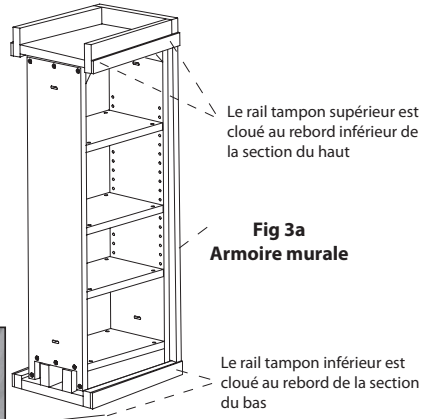
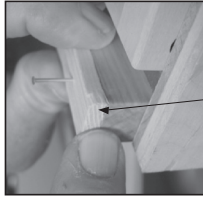

Fig 3a
Fig 2
Étape 2. Attacher le rail tampon aux éléments coulissants du module avec de petits clous à finition ou à tête perdue. Voir la figure 2. **Remarque.** Aligner les rails tampon sur le rebord antérieur de l'élément coulissant du module. Aligner le rail tampon sur les sections supérieures de la bride de montage inférieure de l'armoire de base ou la section inférieure de la bride de montage inférieure de l'armoire murale. Voir fig. 3a-b.